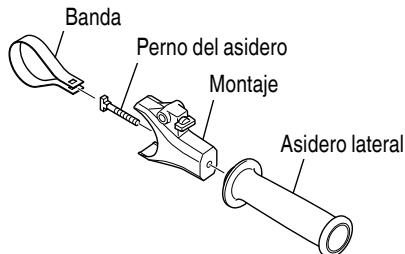

Fig. 2
(1) Gire el asidero lateral para desmontarlo. (Fig. 2)